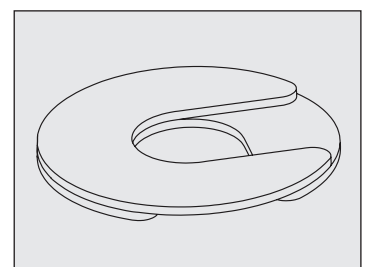

Fig. 10: Instale vários calços, com as aberturas deslocadas em relação uma à outra.
- Se usar mais de um calço, certifique-se de que suas aberturas fiquem deslocadas em relação uma à outra. Veja a Fig. 10.
- **NÃO** use mais de quatro (4) calços em um rodízio.